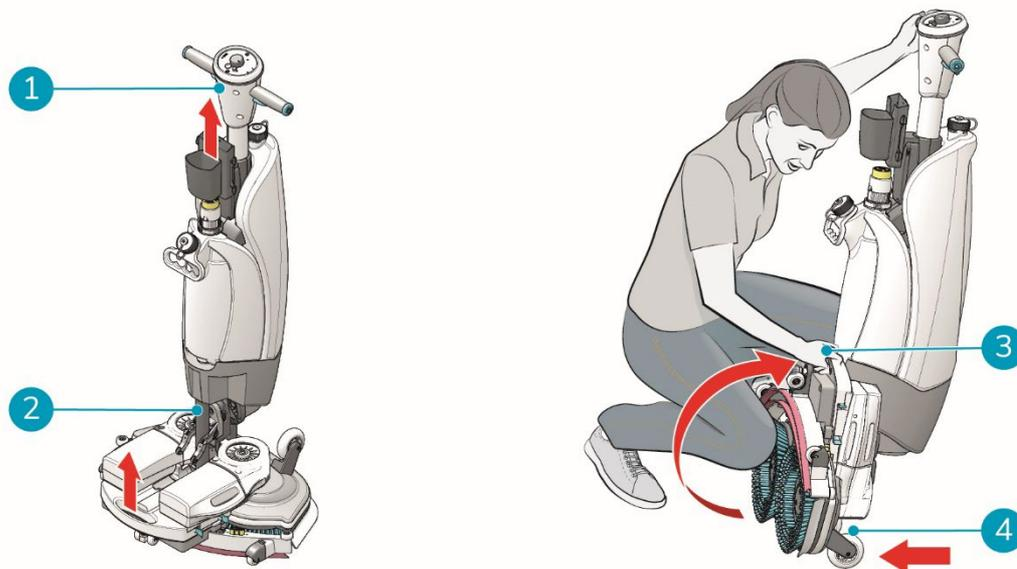

Abbildung 6
1. Stellen Sie sicher, dass der Vakuumschlauch (Abbildung 6, Pos. 2) zurück in die Maschine geschoben wird, damit er nicht eingeklemmt werden kann.
2. Hocken Sie sich hin und halten Sie den Griff fest (Abbildung 6, Pos. 1) mit einer Hand, während Sie das Scheuerdeck (Abbildung 6, Pos. 3) mit der anderen Hand.